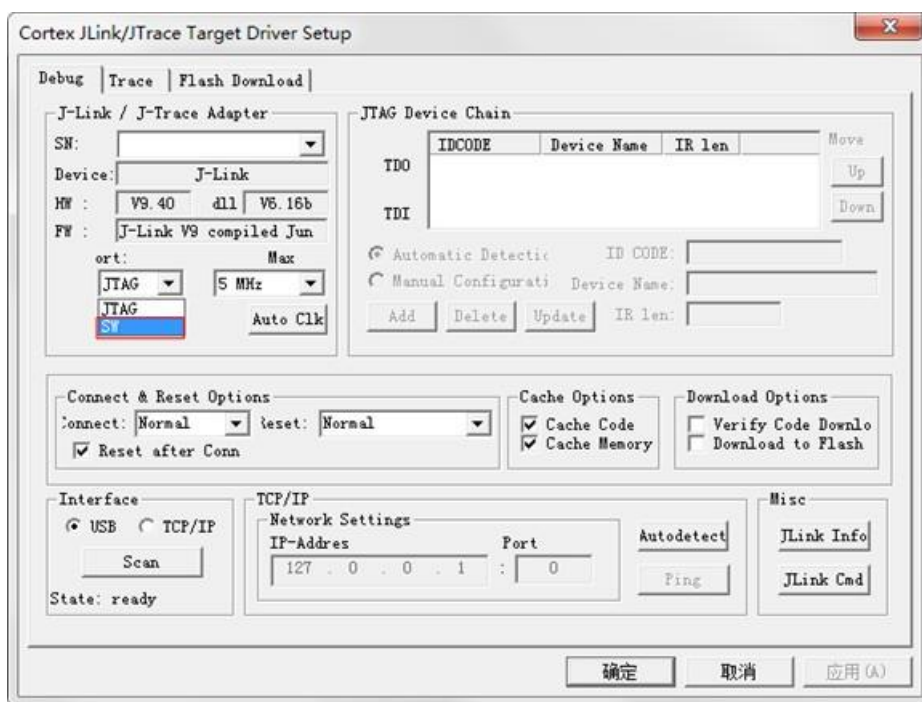

图 4.23 选择 SWD 调试接口
- (4) 由于仿真器默认设置的是 JTAG 接口，需要切换到 SWD 接口，才能发现内核，以便正确仿真、下载程序。在 J-Link 仿真器配置页面中选择 SWD 调试接口，如图 4.23 所示。